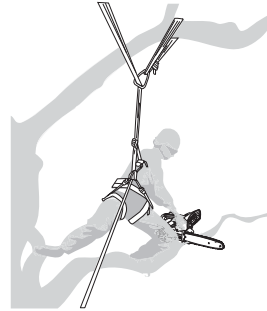

Fig. 49
- > Lorsque l'utilisateur travaille à proximité d'un tronc vertical avec de faibles forces latérales sur sa position de travail, il doit garder de bons appuis en permanence pour sécuriser sa position. Cependant, au fur et à mesure qu'il s'éloigne du tronc, il doit prendre des mesures pour supprimer ou neutraliser les forces latérales croissantes, par exemple en redirigeant la corde principale à l'aide d'un point d'ancrage supplémentaire ou en utilisant une estrope réglable directement du harnais à un point d'ancrage supplémentaire (Fig. 49).